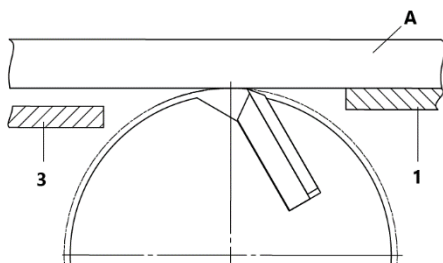

Рисунок 10 Схема проверки ножей
Закручиванием/выкручиванием винтов 32 шестигранным ключом $s=3$ мм отрегулировать ножи 30 так, чтобы острие ножа слегка касалось проверочной линейки А, установленной на столе приёмном 1 (рис. 10).
- выставить приёмный стол с помощью ручки 6 так, чтобы при вращении ножевого вала строгальные ножи слегка касались линейки (рис. 10);